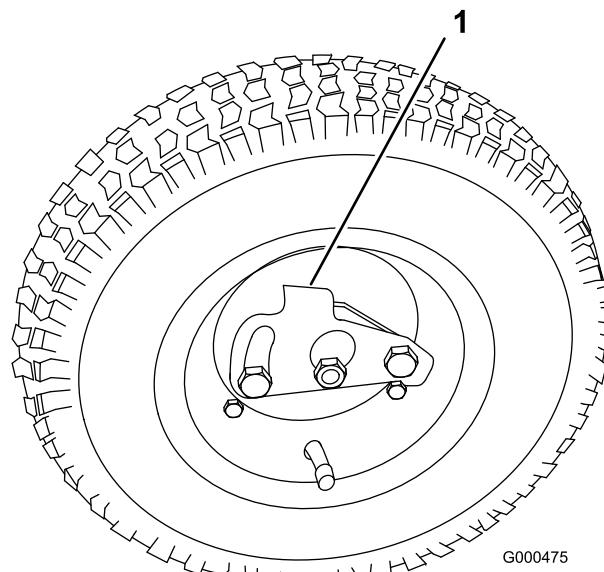

Figura 7
3. Deslice la rueda sobre el eje (Figura 7).
4. Gire el clip de retención de la rueda, apartándolo del centro de la rueda y dejando que ésta entre más en el eje (Figura 7).